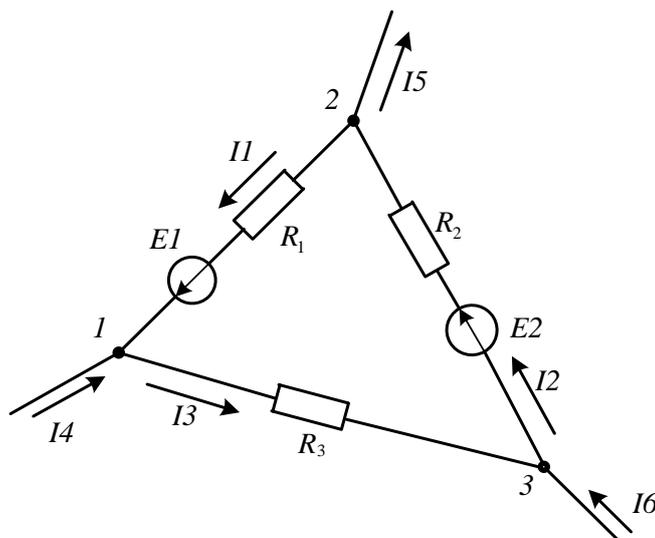

Рисунок 28
**Задача 27.** По Заданным потенциалам узлов, ЭДС источников и сопротивлений резисторов (рис.28) рассчитать токи ветвей и подводящих проводов.  $E_1=10\text{В}$ ;  $E_2=15\text{В}$ ;  $\varphi_1=15\text{В}$ ;  $\varphi_2=-45\text{В}$ ;  $\varphi_3=68\text{В}$ ;  $R_1=10\text{Ом}$ ;  $R_2=20\text{Ом}$ ;  $R_3=12\text{Ом}$ .